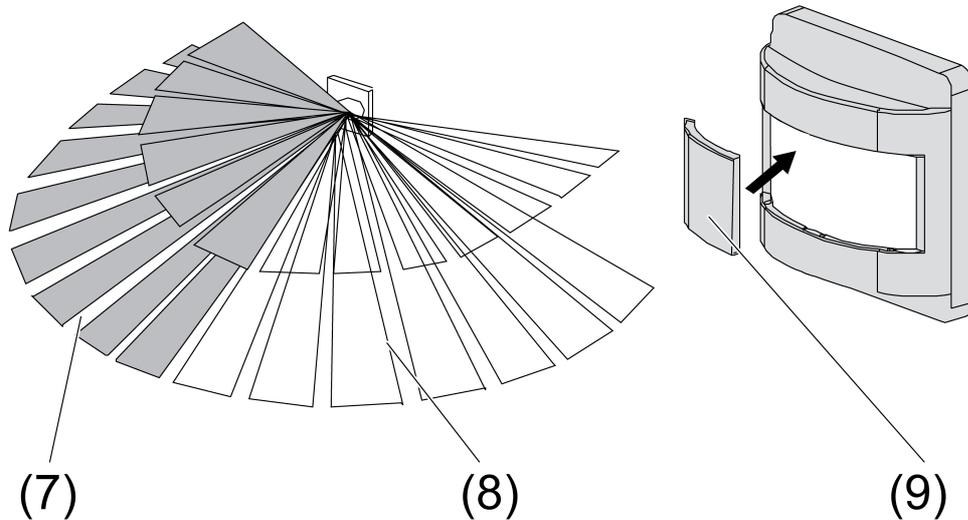

Bild 10
Mit der beiliegenden Blende (9) können nicht gewünschte Erfassungsbereiche ausgeblendet werden (Bild 10). Die Blende kann die linke (7) oder die rechte Hälfte (8) des Erfassungsfeldes, je 90°, abdecken.